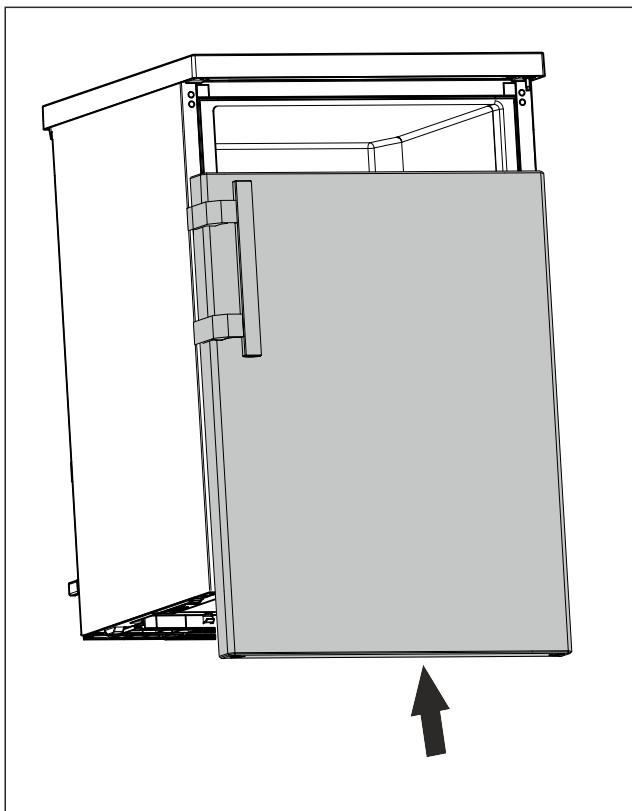

Fig. 19
- Nasuňte dvere v zatvorenom stave na horný čap. (pozri Fig. 19)